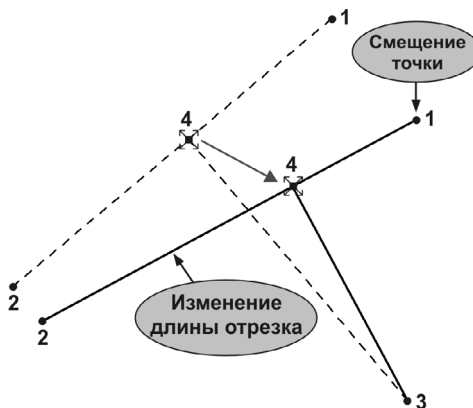

Рис. 59.51.
- 4.1. Выделите отрезок 3–4, захватите характерную точку 4 и переместите его в произвольном направлении, например, как показано на рис. 59.51.